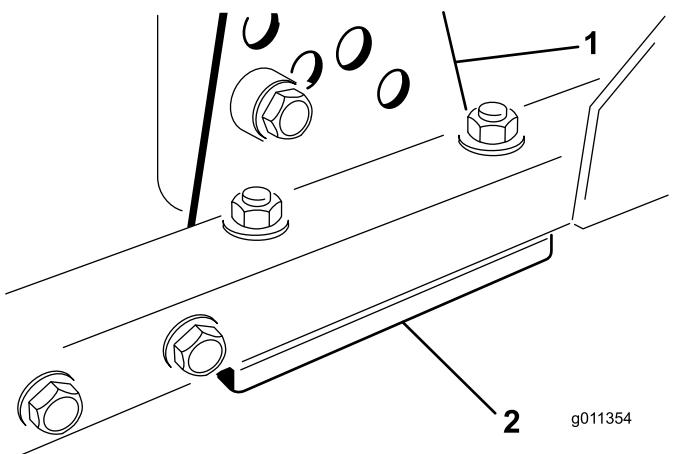

Figura 74
- Retire el soporte de altura de corte (delantero, izquierdo o derecho) del bastidor de la carcasa (Figura 74).
- Coloque suplementos de 1,5 mm y/o 0,7 mm entre el bastidor de la carcasa y el soporte hasta lograr el ajuste de altura deseado (Figura 74).